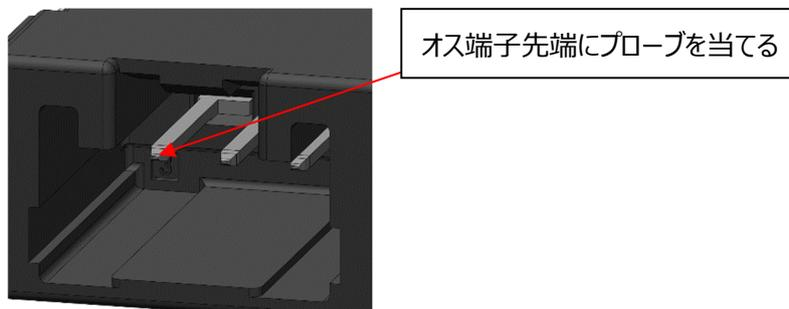

図 52. オス端子導通検査接点
- ① オスコネクタの導通検査を行う時は、オス端子先端に 0.5N 以下の荷重でプローブを当てて検査を行って下さい。0.5N 以上の荷重を加えた場合、オス端子変形の恐れがあります。(図 52 参照)
- ② 端子に変形や傷が見られた場合は、使用せず、新品と交換して下さい。